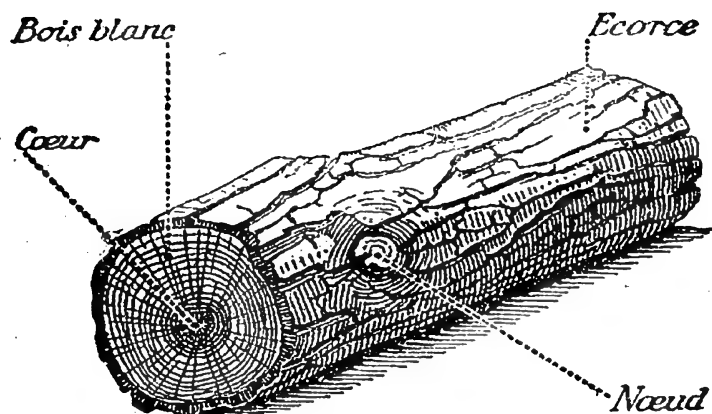

Fig. 2. — Une bûche de chêne.
Elle a la forme générale d'un *cylindre*. Ses deux extrémités, plates, sont des cercles portant la trace des coups de scie qui l'ont débitée. On y distingue (*fig. 2*) :
**3. L'écorce.** — Elle est brune, rugueuse, creusée de rides et de sillons; souvent fendillée (*fig. 2*). De place en place, elle porte des sortes de bosses où l'écorce s'interrompt pour laisser voir le bois : chacune de ces bosses indique l'endroit où s'attachait une branche; elle marque l'emplacement d'un *nœud*.